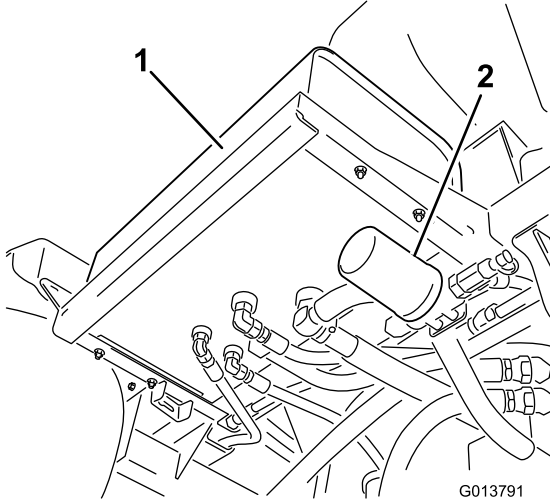
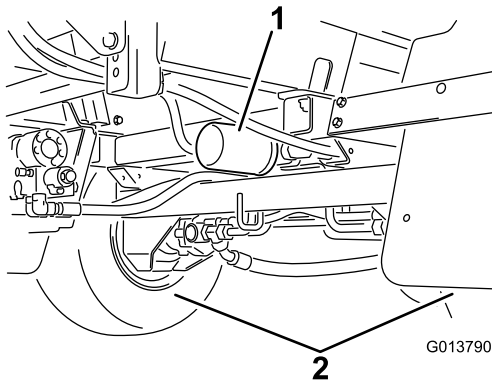

Bild 96
Bild 97
2. Ermitteln Sie die zwei Hydraulikfilter an der Maschine (Bild 96 und Bild 97).